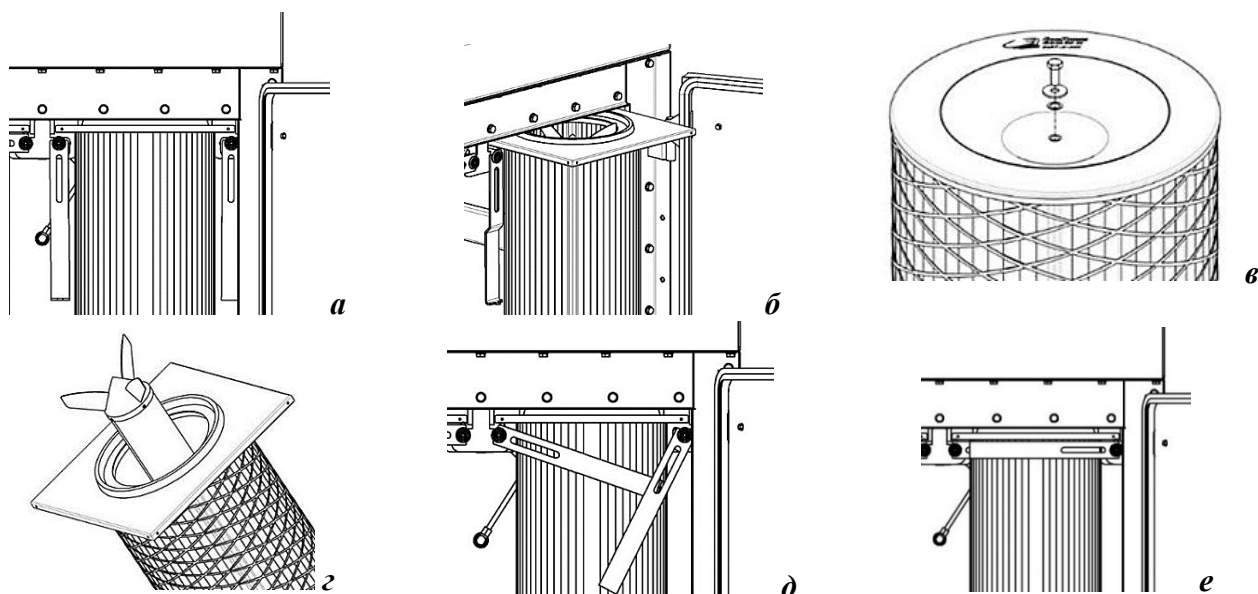

Рисунок 16
- 2) повернуть рычаги крепления картриджей в положение «открыто» (рисунок 16а);
- 3) извлечь картриджи из корпуса фильтра (рисунок 16б);
- 4) открутить болт М8×20 на нижней крышке картриджа, снять болт с шайбами и извлечь вставку-обтекатель (рисунок 16в, 16г). Повторить операцию для остальных картриджей;
- 9) повернуть рычаги крепления картриджей в положение «закрыто» (рисунок 16е);